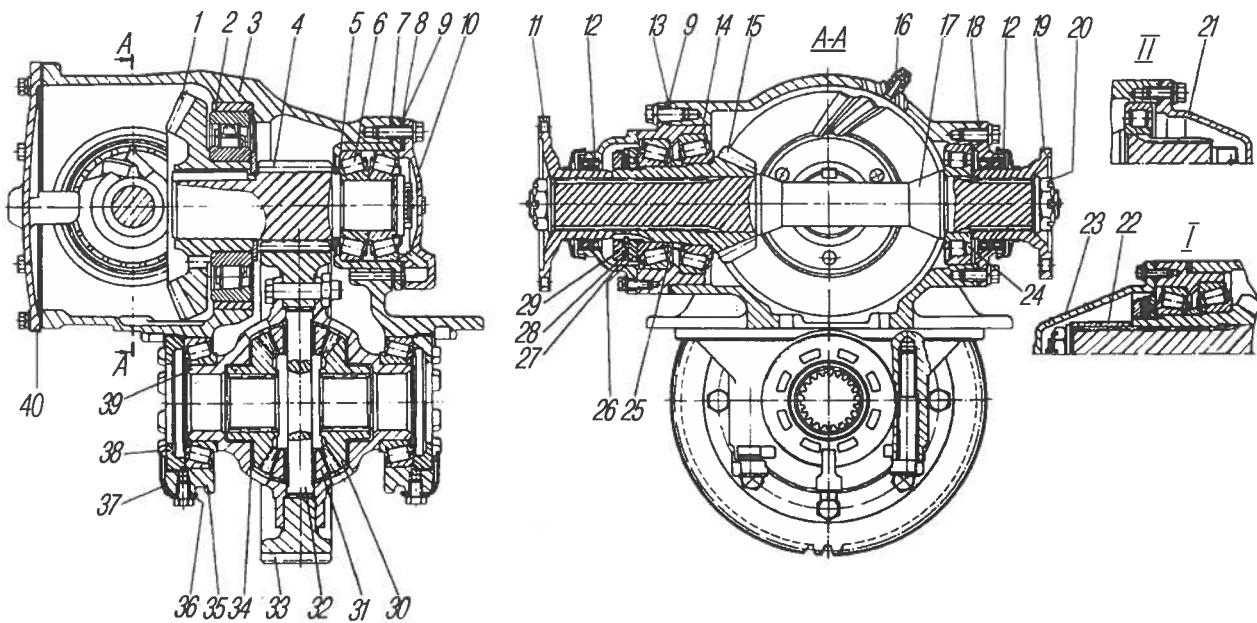
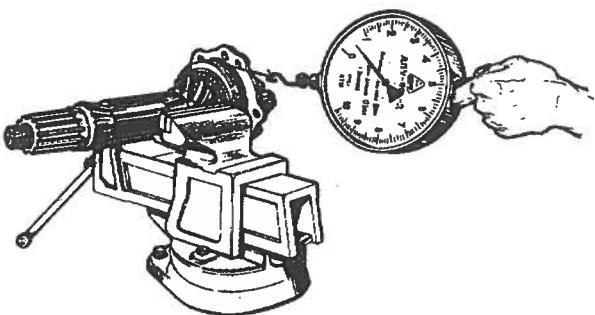

Рис. 34. Главная передача:
Рис. 38. Проверка регулировки подшипников ведущей конической шестерни
Главная передача моста двойная, состоит из пары конических шестерен 1 и 15 (рис. 34) со спиральными зубьями и пары цилиндрических шестерен 4 и 33 с косыми зубьями. К ведомой цилиндрической шестерне болтами прикреплен симметричный конический дифференциал с четырьмя сателлитами.
Шестерни и подшипники главной передачи смазываются маслом, заливаемым в картер моста и картер главной передачи до уровня контрольного отверстия. Масло подхватывается шестернями, разбрызгивается и через роликовый подшипник 2 (см.рис. 34) попадает в полость конических шестерен картера главной передачи, откуда стекает в картер моста.
Рассчитать величину уменьшения толщины регулировочной шайбы 25 (см.рис. 34) (величина зазора плюс 0,03–0,05 мм предварительного натяга). Отвернуть гайку, снять подшипник и регулировочную шайбу. Прошлифовать (или подобрать) шайбу до требуемого размера, установить шайбу и собрать подшипниковый узел ведущей конической шестерни. Момент затяжки гаек 450–500 Н·м (45–50 кгс·м). Законтрить контргайку, отогнув шайбу на одну из граней. Крутящий момент, необходимый для проворота ведущей конической шестерни в подшипниках, должен быть 0,6–1,4 Н·м (0,06–0,14 кгс·м). Усилие на динамометре при размотке шнуря с поверхности стакана 7,5–17,5 Н (0,75–1,75 кгс) (рис. 38).
2. Отрегулировать предварительный натяг подшипников промежуточного вала. Регулировать подшипники подбором пакета прокладок 8 (см.рис. 34) под крышкой 9 стакана 5. Крутящий момент, необходимый для проворота промежуточного вала, должен быть 0,9–1,5 Н·м (0,09–0,15 кгс·м).
4. Установить дифференциал и отрегулировать подшипники дифференциала. Болты крепления крышек подшипников дифференциала затянуть моментом 250–320 Н·м (25–32 кгс·м). Подшипники дифференциала регулируются гайками 38 (см. рис. 34). После затяжки гаек расстояние между крышками подшипников дифференциала должно увеличиться на 0,04–0,14 мм. Во время регулировки нужно проворачивать дифференциал для установки роликов в подшипниках. Венец ведомой цилиндрической шестерни должен быть расположен симметрично относительно венца ведущей шестерни.